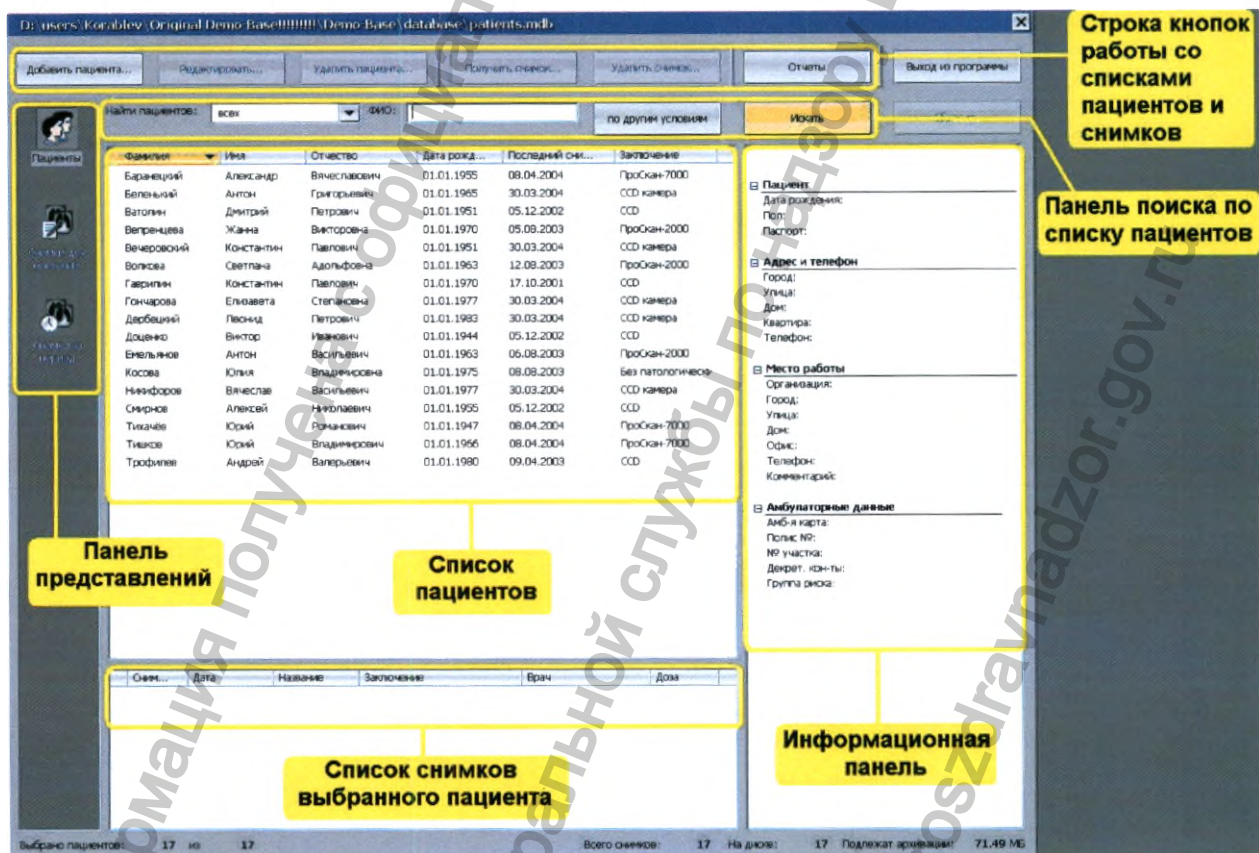

Рисунок 8 - Диалог работы с базой данных пациентов
6.6 На мониторе АРМ1 откроется диалог работы с базой данных пациентов (рис.8), где можно найти или добавить нового пациента.
6.6.2 Чтобы добавить в базу данных запись о новом пациенте, нажать на кнопку «Добавить пациента», расположенную в верхней части окна (рис.8).
Чтобы вернуться к полному списку пациентов, надо нажать кнопку «Сбросить» или «Искать», расположенные в правом верхнем углу окна работы с базой данных (рис.8).
При этом появится окно работы с базой данных (рис.8).
6.9 Чтобы завершить работу с программой «ПроГраф», нужно нажать на кнопку **«Выход из программы»** в окне работы с базой данных (рис.8) или в меню главного окна **«Файл»** выбрать команду **«Выход»**.